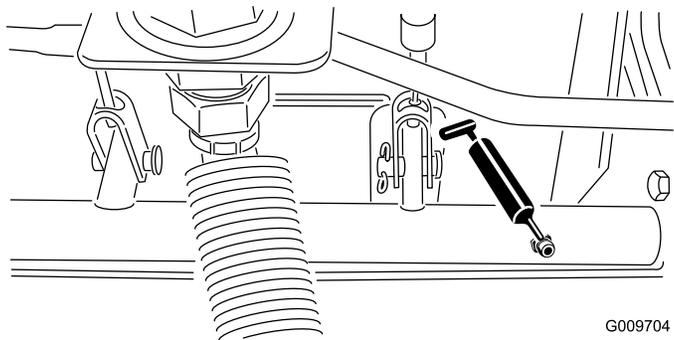

図 33
- 図 33に示す、ブレーキシャフトのピボットのベアリング5ヶ所